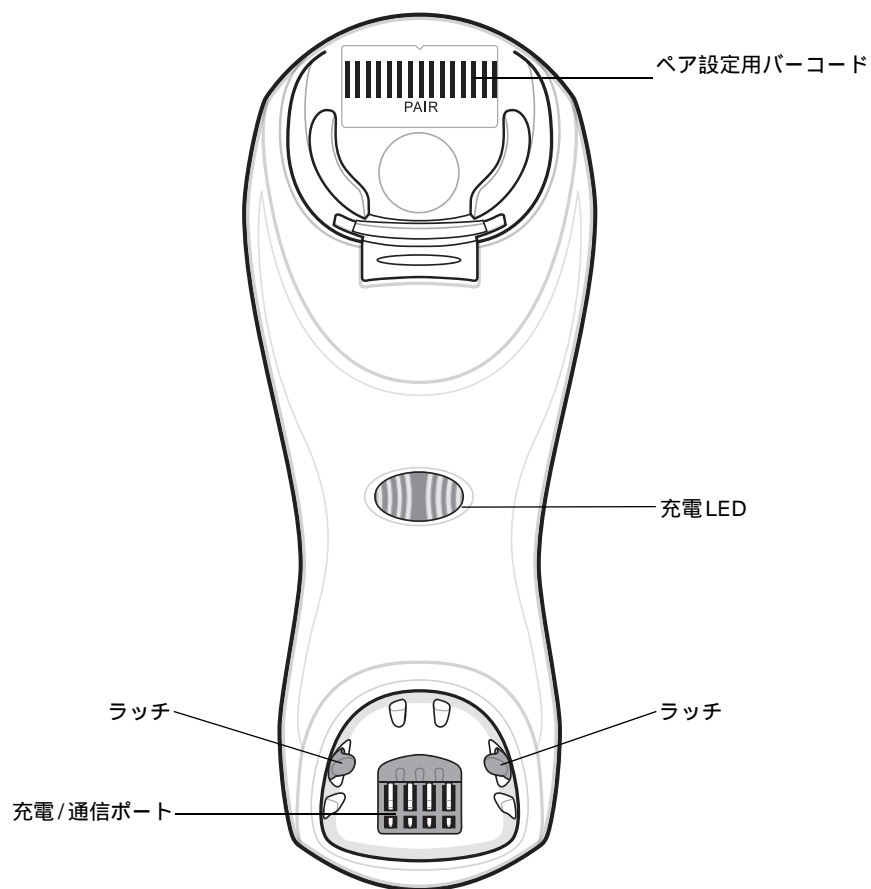

図 1-3 クレードルの前面
2. クレードル前面の切り替え式取り付けフックが、フックが起きた状態で差し込まれているようにします。そうならない場合には、フックを取り外し、スキャナを正しく保持できるように挿入します。切り替え式取り付けフックの位置は、図 1-3 (P.1-4) を参照してください。